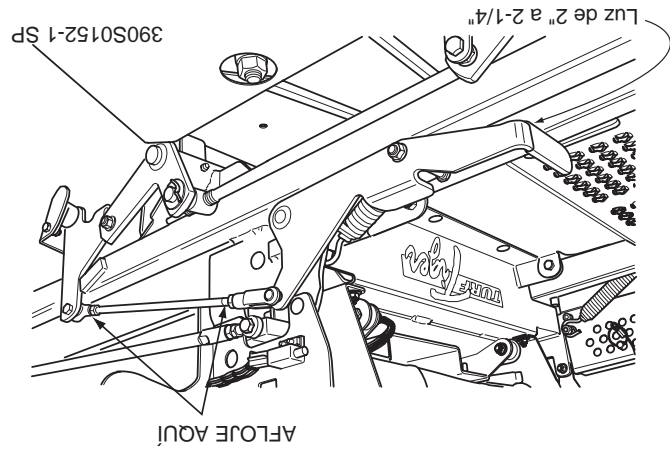

Figura 6-1. Ajuste del freno
2. Con la palanca de freno en la posición desconectada, revise la distancia entre la parte superior del tubo del bastidor y la parte inferior del mango del freno. La distancia deberá ser de 2" a 2 1/4". Vea la Figura 6-1.
3. Si la distancia no es de la medida especificada, ajuste atornillando las contratuercas en ambos extremos de la varilla de control del freno y girando la varilla hasta que se alcance la distancia adecuada. Apriete las contratuercas. Vea la Figura 6-1.